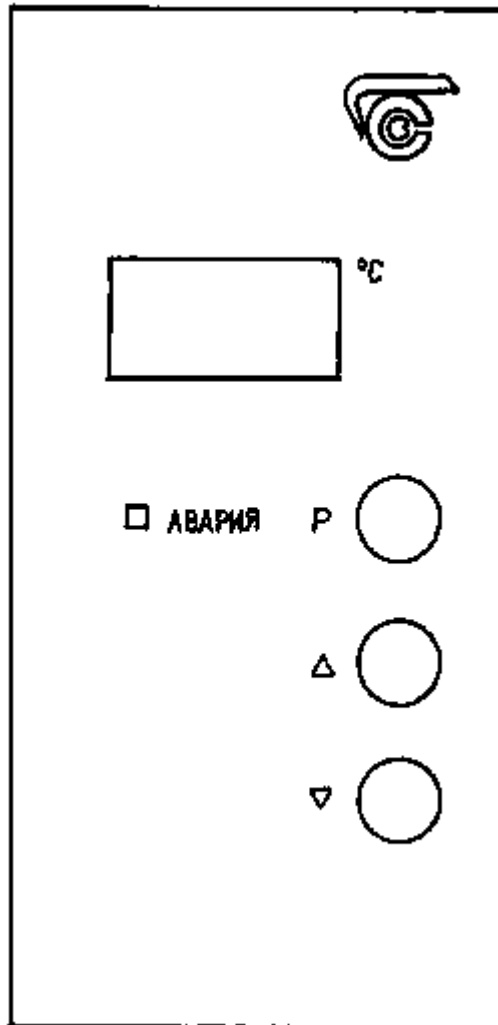

Рисунок 1 – Лицевая панель шкафа
8.3 Нажать клавишу «P» на лицевой панели шкафа (рисунок 1), при этом на цифровом табло высветится заданная ранее температура в мигающем режиме, а в крайнем правом разряде цифрового индикатора высветится точка, что свидетельствует о возможности корректировки программы.